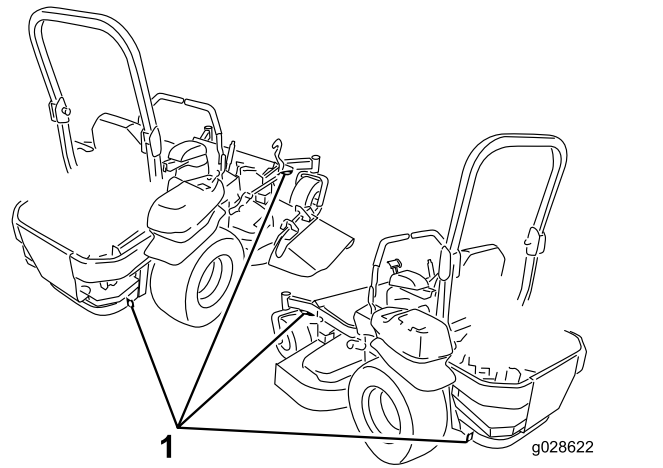

Figura 44
6. Amarre la máquina junto a las ruedas giratorias delanteras y el guardabarros trasero con correas, cadenas, cables o cuerdas (Figura 44). Consulte la normativa local respecto a los requisitos de amarre.